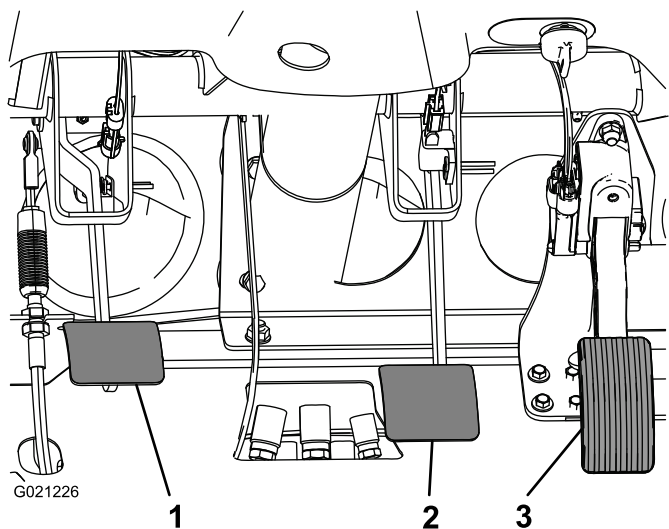

Figura 63
2. Sollevate il pedale del freno (Figura 63) fino a quando non viene a contatto con il telaio.
3. Allentate i controdadi che fissano la forcella all'albero del cilindro principale (Figura 63).